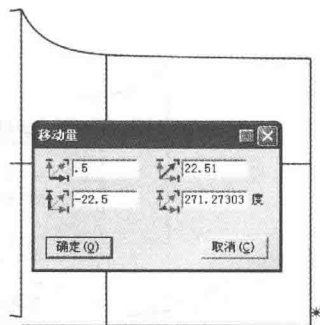

图 7-14 画腰围线
(13) 选择  【智能笔】工具在腰口线前中端点按【Enter】键, 输入纵向起翘量 0.5cm, 横向偏移量 -22.5cm (计算公式: $\frac{\text{腰围 } 68\text{cm}}{4} + \text{互借量 } 0.5\text{cm} + \text{省量 } 5\text{cm}$) (图 7-14)。